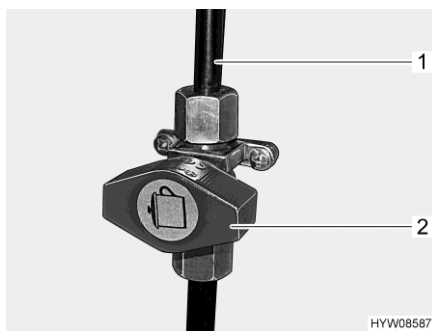

Fig. 45 Simbolo sul rubinetto di arresto del gas
Nel veicolo, il fornello a gas è dotato di un rubinetto di arresto del gas (Fig. 45,2).
- Apertura:** ■ Posizionare il rubinetto di arresto del gas parallelamente alla tubatura (Fig. 45,1) che alimenta il fornello a gas.
- Chiusura:** ■ Posizionare il rubinetto di arresto del gas trasversalmente alla tubatura (Fig. 45,1) che alimenta il fornello a gas (Fig. 45).